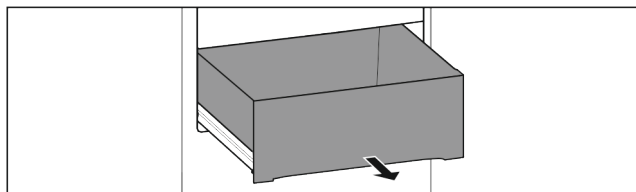

Fig. 23
- Выдвижной ящик полностью выдвинут (см. Fig. 23).